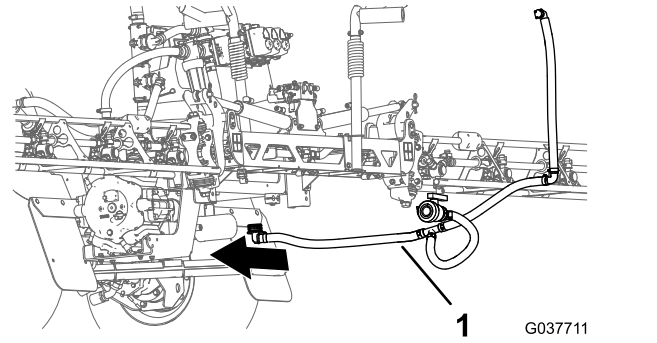

Figure 74
3. Aligned l'ensemble flexibles de dérivation et de vidange à l'arrière de la machine (Figure 74).